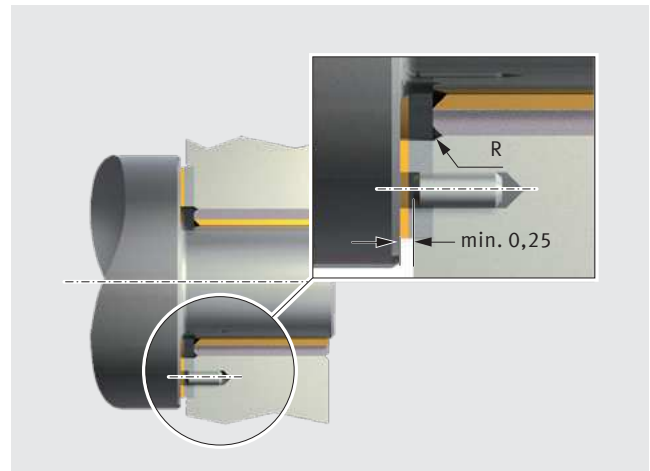

Abb. 41: Befestigen einer Anlaufscheibe PAW in einer Ausnehmung im Gehäuse
- konzentrischer Sitz wird durch Ausnehmung im Gehäuse gesichert (Abb. 41)
- unerwünschtes Mitdrehen wird mittels Passstift oder Senkschraube verhindert (Abb. 41 und 42)
- Schraubenkopf oder Passstift muss gegenüber der Lauffläche um min. 0,25 mm zurückgesetzt sein (Abb. 41 und 42).